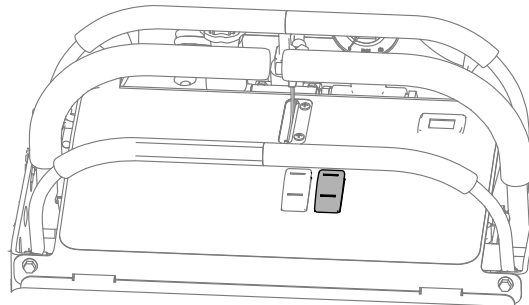

Figure 20
2. Mettez en marche la pompe de pulvérisation (Figure 20).